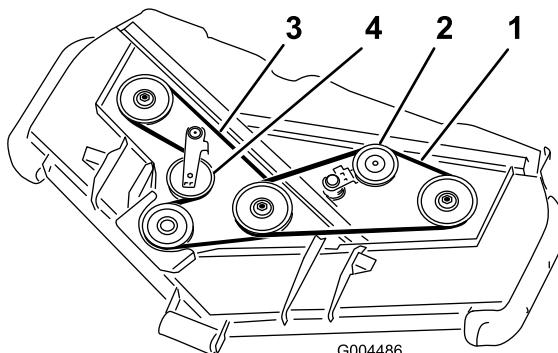

Figura 59
3. Utilizando uma alavanca ou ferramenta semelhante, afaste a polia intermédia da correia superior (Figura 59) da correia da transmissão superior para libertar a tensão da correia e permitir que esta saia das polias.
4. Utilizando uma alavanca ou ferramenta semelhante, afaste a polia intermédia da correia inferior (Figura 59) da correia da transmissão inferior para libertar a tensão da correia e permitir que esta saia das polias.
5. Coloque a nova correia à volta da polia da caixa de velocidades, polias do veio inferior e conjunto da polia intermédia, como se mostra em Figura 59.
6. Coloque a nova correia nas polias da barra superior e na estrutura da polia intermédia, como se mostra em Figura 59.